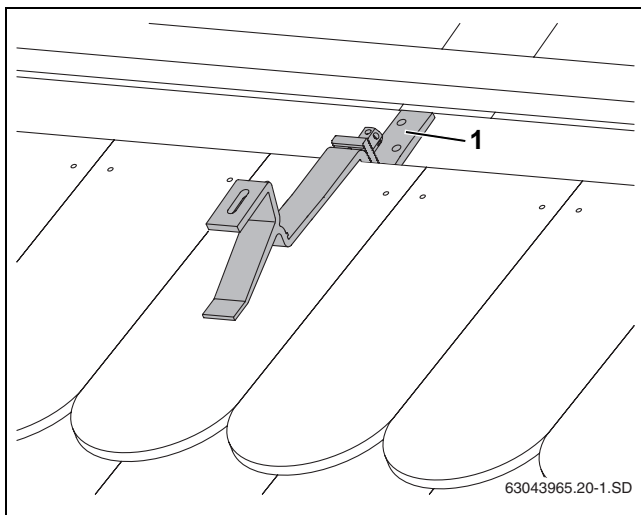

Fig. 18 Gancho de tejado montado
- Empujar lo más posible hacia abajo la parte inferior del gancho para tejado, hasta que éste asiente sobre la viga o, eventualmente, sobre la tabla/cuña (Fig. 18, [1]).